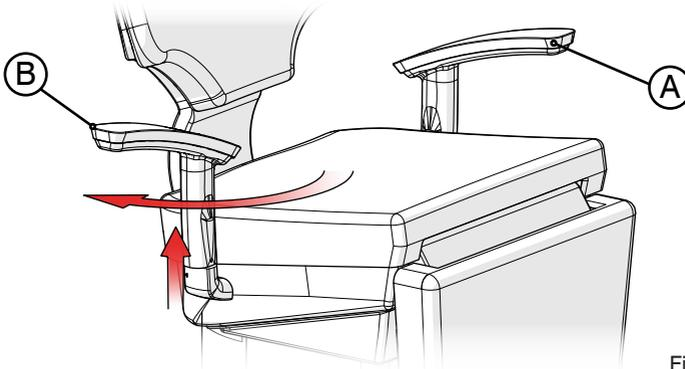

Fig. 9
Pour faire tourner l'accoudoir (B), il faut le tirer vers le haut (en le maintenant dans son logement) jusqu'à ce que le mécanisme giratoire se débloque et permette sa rotation jusqu'à atteindre sa limite maximale (fin de course), où il se bloquera à nouveau. Pour remettre l'accoudoir à sa position d'origine, il suffit de le soulever à nouveau et de le repousser vers l'intérieur, jusqu'à ce qu'il se bloque automatiquement (Fig. 9).